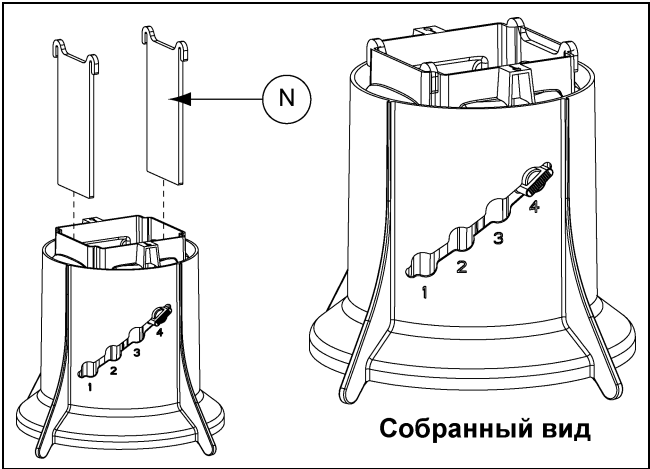

Рисунок 4W
7. Установите два веса (2) (N) фидерные, нажав слотов надежно в уровне подачи регулятором как показано на Рисунок 4W. Обратите внимание, веса и регулятор ориентацию для правильного выравнивания.